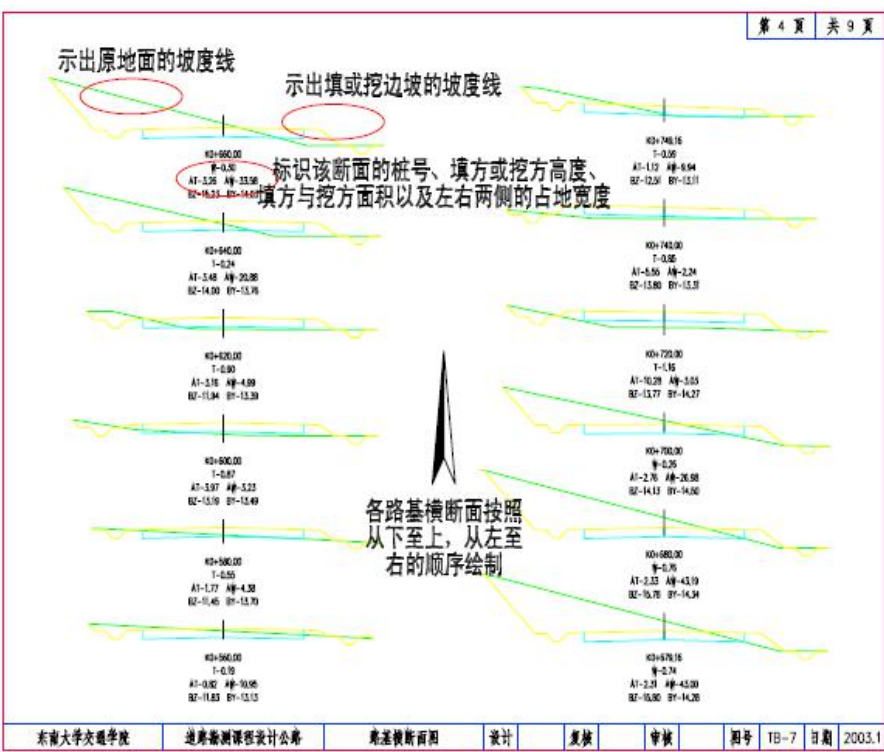

图10 路基横断面图示例
(1) 根据外业勘测的资料绘制横断面地面线图,比例尺一般采用 1:200,其宽度视路基宽度及地面横坡坡度确定,应大于路基设计线所需要的宽度,对于路基宽 8.5 米所需的地面横断面宽度在路中线两边各 15~20 米。
(2) 从“路基设计表”中抄入路基中心填挖高度数据。
(3) 参照“路基标准横断面图”、“路基一般设计图”,画出路幅宽度,填或挖的边坡坡线,在需要设置各种支挡工程和防护工程的地方画出该工程结构的断面示意图。
(4) 根据综合排水设计，画出路基边沟、截水沟、排灌渠等的位置和断面形式，必要时须注明各部分尺寸。此外，对于取土坑、弃土堆、绿化等也应尽可能画出。经检查无误后，修饰描绘（如图 10）。